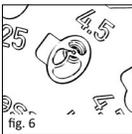

fig. 6
■ **fig. 6** Protesens stempel må sitte på basisen for fordypningen, og hodeplaten må sitte fullstendig på plass i den hertil tiltenkte utsparringen, slik at hodeplatus øverste flate flukter med sizer diskens overflate.